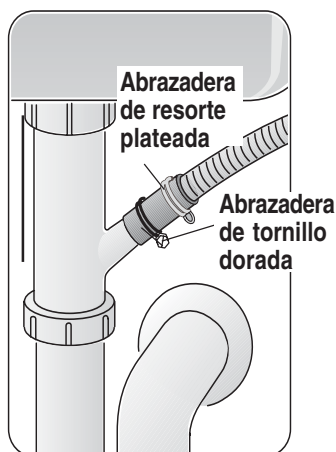

Ilustración 23
- 1 Directamente a la conexión de evacuación debajo del fregadero, como muestra la **Ilustración 23**.